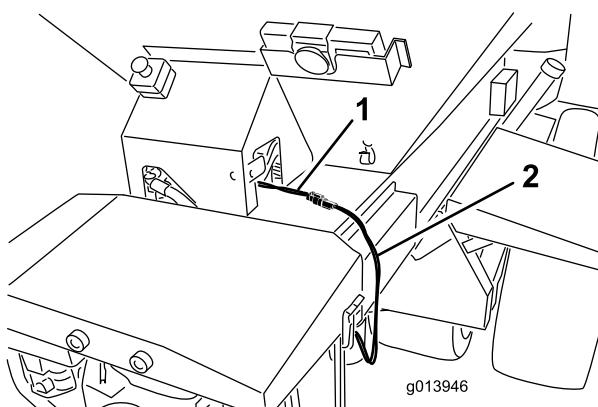
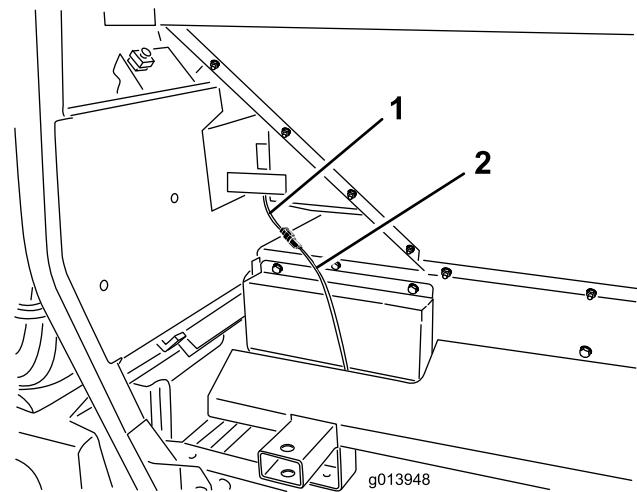

Figura 18
Figura 19
45. Ligue a cablagem intermédia no conector de alimentação no ProPass (Figura 18 ou Figura 19).